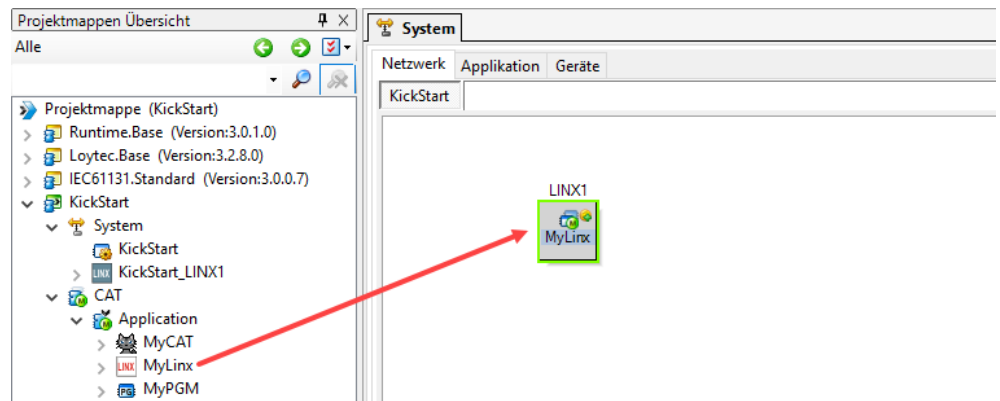

Abbildung 50: Erstellen einer Geräteinstanz.
19. Erstellen Sie abschließend eine Geräteinstanz. Öffnen Sie das System in der Symbolleiste. Wählen Sie dann die Registerkarte **Netzwerk**. Ziehen Sie das Gerät ‚MyLinx‘ aus der Projektmappe auf die Netzwerk-Registerkarte und weisen Sie der Geräteinstanz einen Namen zu, wie in Abbildung 50 dargestellt.